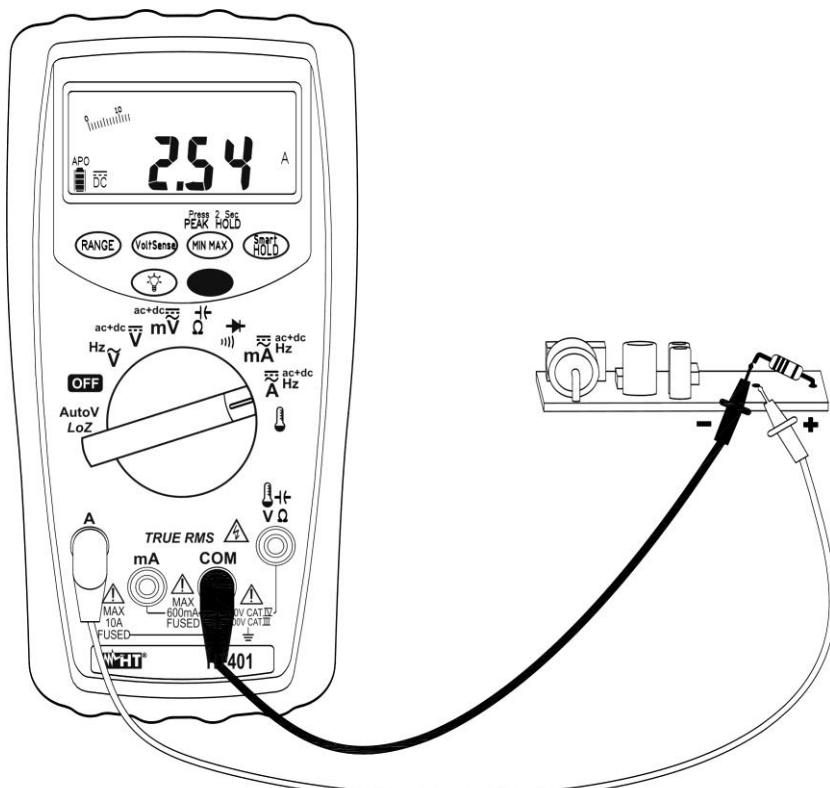

Abb. 5: DC Strommessung
6. Schalten Sie die rote und die schwarze Messleitung in Reihe mit dem Kreis, dessen Strom Sie messen möchten, und dabei achten Sie auf die Strompolarität und -richtung, die in Abb. 5
9. Das Symbol “-“ auf dem Display des Gerätes gibt an, dass der Strom die umgekehrte Richtung mit Bezug auf die Verbindung in Abb. 5